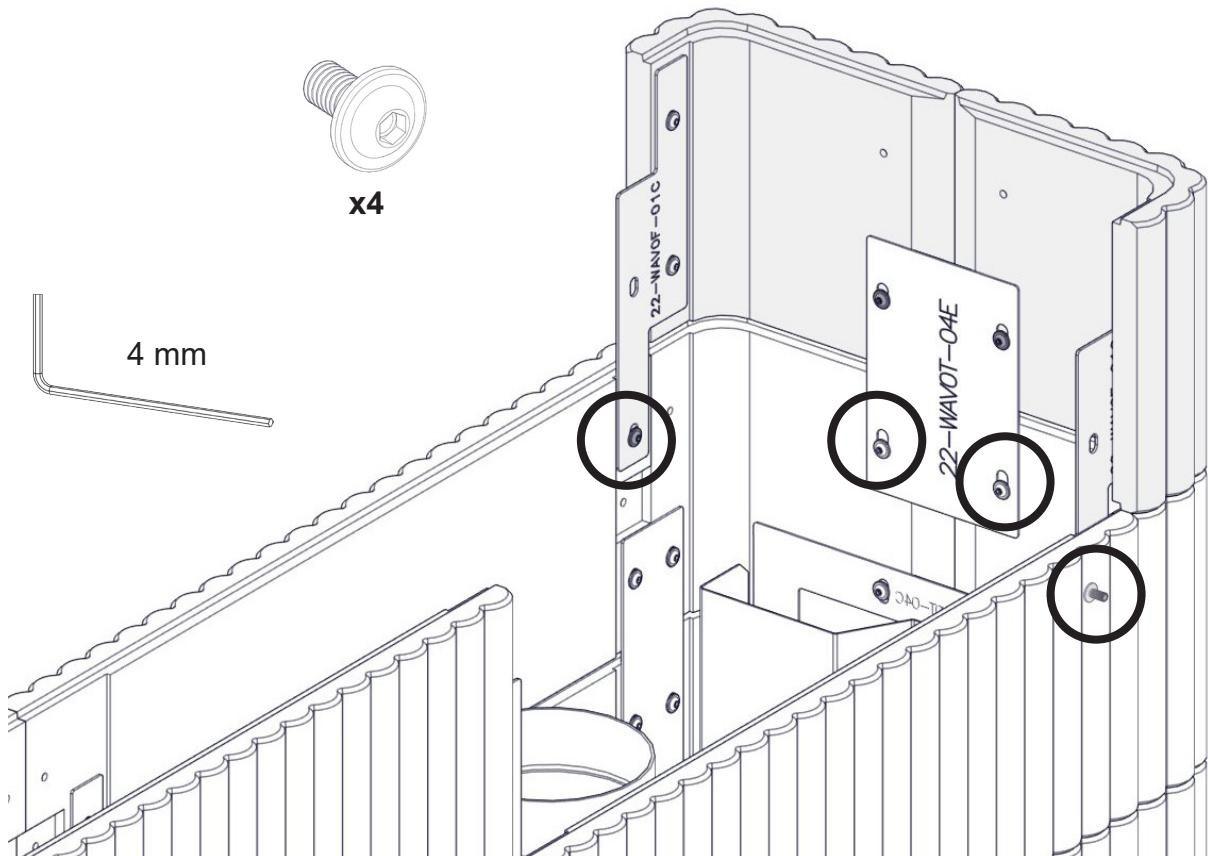

**FIG 38**
**FIG 38 a** Wave T 3+3 Wide Top Extension - OPTION